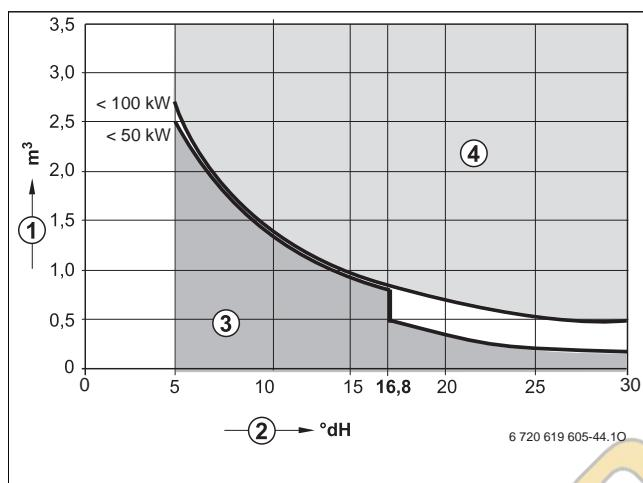

Рис. 13 Требования к воде для заполнения отдельного котла мощностью до 100 кВт
- Заполняйте систему только чистой водопроводной водой (учтывайте график на рис. 13).
- Если фактически необходимое количество воды для заполнения системы больше, чем объём воды за весь срок службы ( $\rightarrow$  рис. 13), то необходимо провести обработку воды. При этом можно использовать только разрешённые фирмой Buderus химикаты, средства для обработки воды и др.